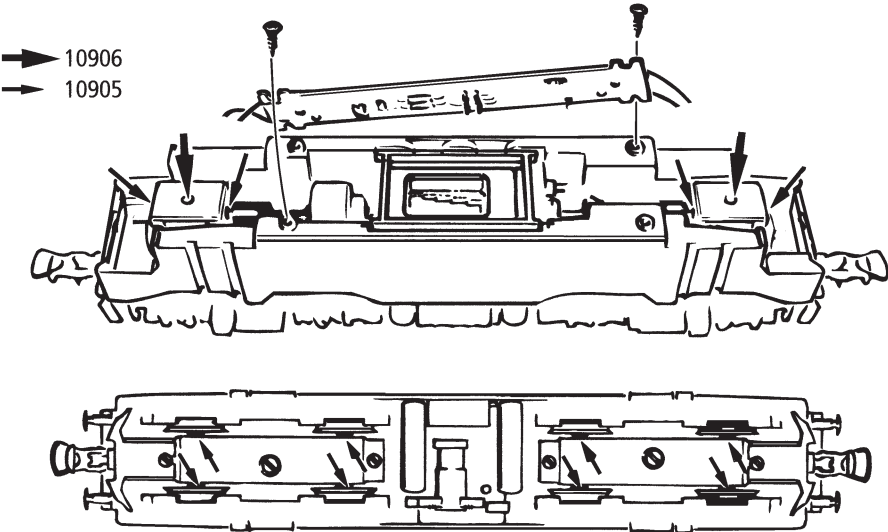
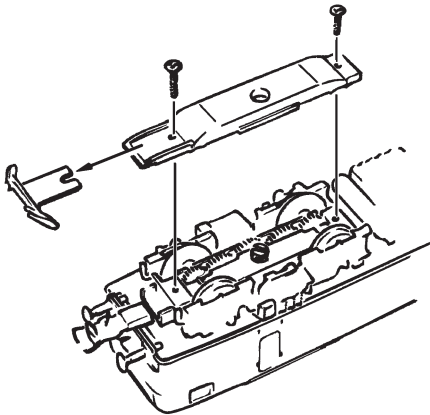

Fig. 6
Fig. 7
3. Haftreifenwechsel: Zuerst den Getriebedeckel abnehmen (Fig. 6). Danach den **Radsatz** herausnehmen und die **Haftreifen** mit einer Nadel od. mit einem feinen Schraubendreher abziehen (Fig. 7). Beim Aufziehen der neuen Haftreifen darauf achten, dass diese sich nicht verdrehen.
3. Change of traction tyre: Remove the gear cover (fig. 6). Take out **wheel set** and remove **traction tyre** using a pin or a fine screwdriver (fig. 7). When pressing on the new traction tyre please **avoid twisting it**.
1. Nettoyage des lames de courant aux roues: Les lames de contacts risquent de s'encrasser rapidement sur des voies poussiéreuses. Veuillez **enlever la poussière** aux endroits marqués à la fig. 6 à l'aide d'un petit pinceau souple.
3. Échange des bandages d'adhérence: Démontez d'abord le **couvercle du carter des engrenages** des engrenages (fig. 6). Délogez ensuite les essieux bandagés et enlevez, à l'aide d'une aiguille ou d'un tournevis fin, les bandages d'adhérence (fig. 7). Lors du montage des nouveaux bandages veuillez veiller à ce que les bandages **ne soient pas tordu**.